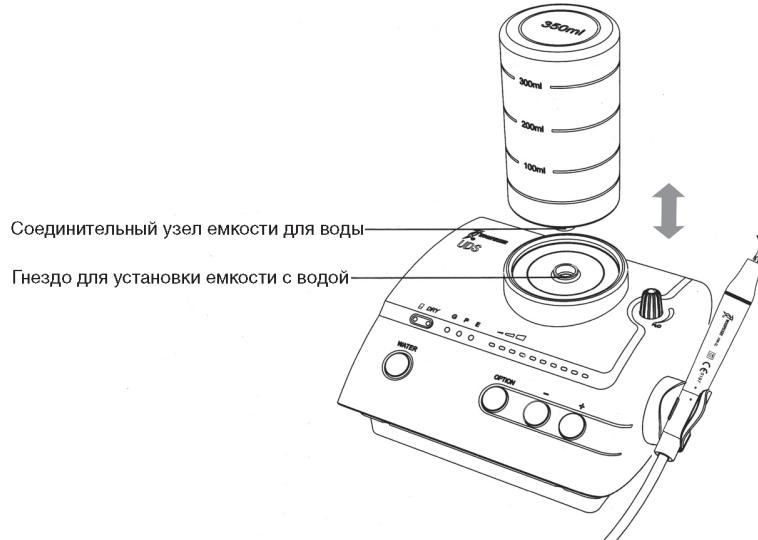

Рис. 4
Наполните емкость очищенной водой, переверните ее и вставьте в гнездо (см. рис. 4).
- d) Переверните емкость дном вверх, вставьте соединительный узел в гнездо, держа емкость вертикально (см. рис. 4).